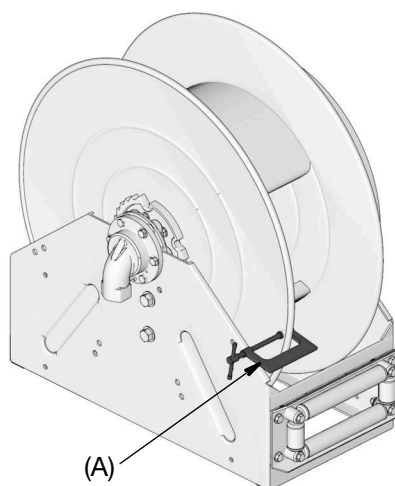

FIG. 17
3. Fixer un collier en C (A) à la bobine d'enrouleur comme illustré sur la FIG. 17 pour empêcher l'enrouleur de se déverrouiller brusquement et de tourner librement.